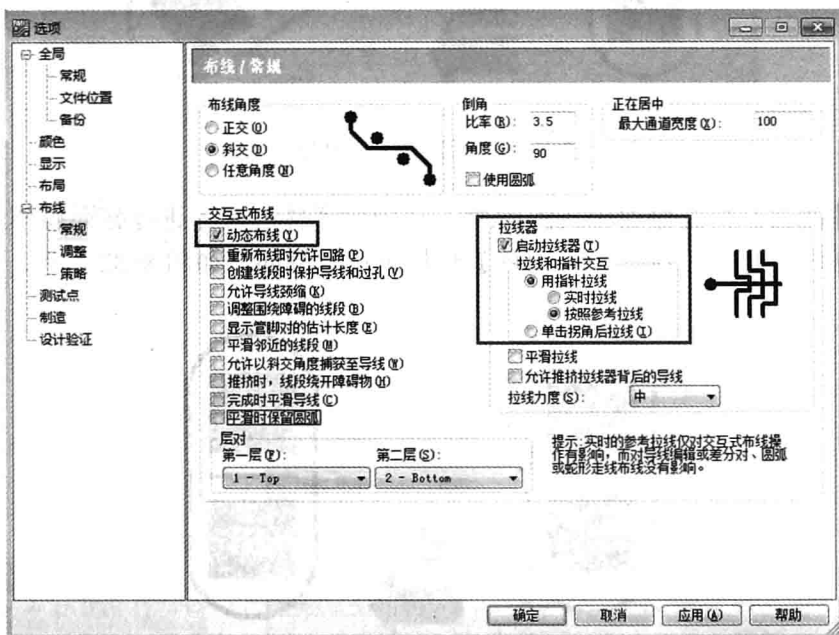

图 8-34 布线参数设置
(1) 布线参数设定。执行菜单命令【工具】→【选项】，在“选项”对话框中的“布线”标签页中进行布线参数设置，如图 8-34 所示。